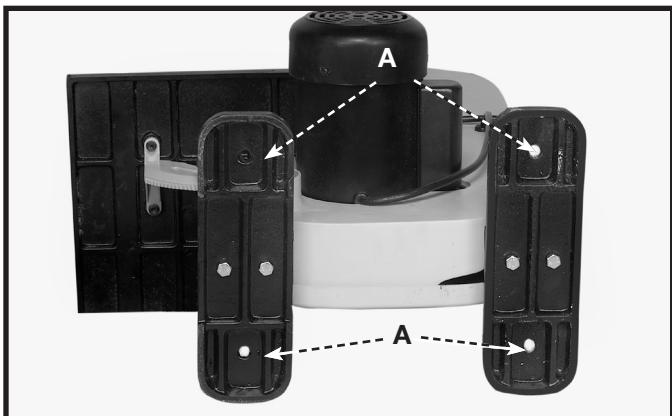

Fig. 5
1. Fig. 5 ilustran el cuatro por hoyos (A) que se utilizarán para asegurar la banda vio al soporte.